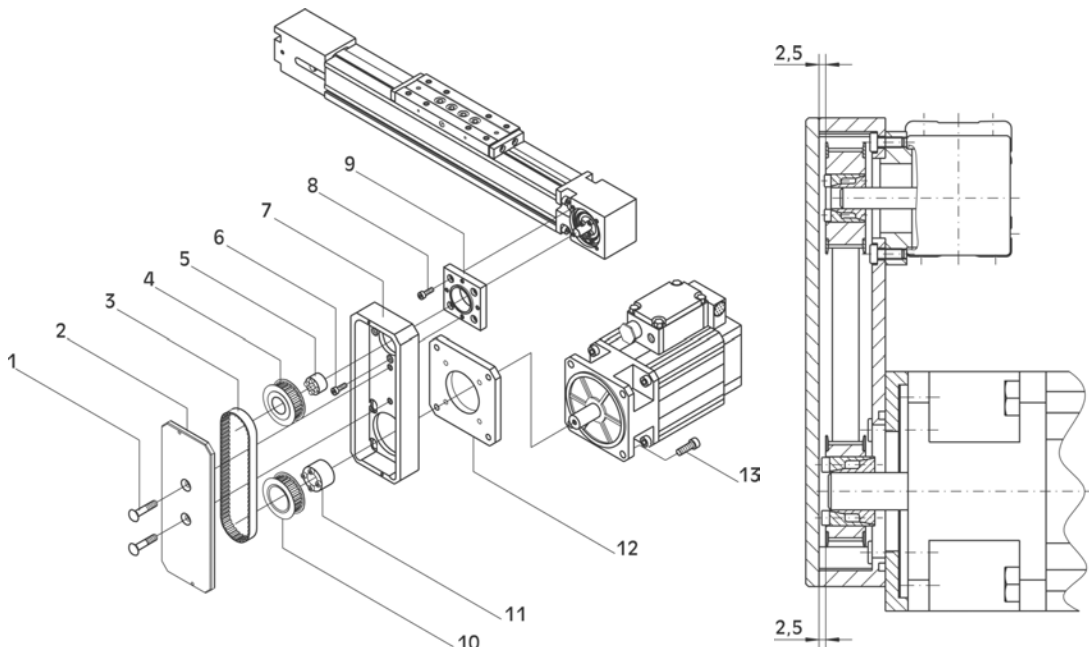

Bild 8: Riementrieb RT 40
1. **Bild 8:** Gehäuse (7) mit Zwischenplatte (9) am Lagergehäuse des WH 40 befestigen.
2. Synchronscheibe (4) mit DKWN-Spannsatz Innendurchmesser 8 mm (5) auf Antriebszapfen des WM 40 stecken.
3. Antriebsmotor mit Zwischenflansch (12) am Gehäuse befestigen. Dabei die Schrauben noch nicht festziehen.
4. Synchronscheibe (10) mit DKWN-Spannsatz Innendurchmesser 14 mm (11) auf Motorwelle stecken.
5. Zahnriemen (3) um beide Synchronscheiben schlingen und dabei die Synchronscheiben zueinander fluchtend ausrichten. Anschließend Synchronscheiben mit DKWN-Spannsätzen auf Antriebszapfen und Motorwelle fixieren (siehe Kapitel 10.1 "Anzugsdrehmomente"). Abstand zwischen Gehäuseoberkante und Synchronscheibe 2,5 mm (siehe Bild 8).
1. **Bild 8:** Zahnriemen durch Verschieben des Motors mit Zwischenflansch (12) spannen.
2. Gehäusedeckel (2) auf Gehäuse schrauben.